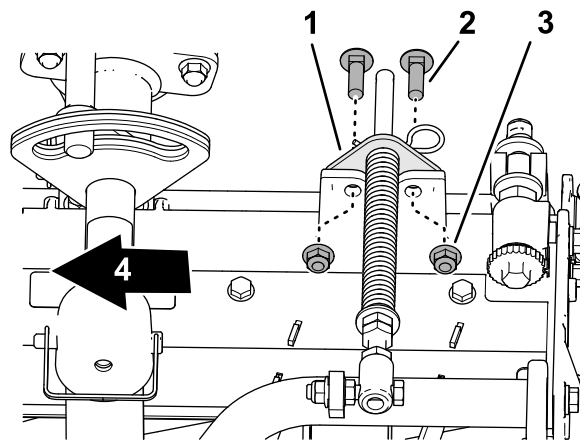

Figura 20
5. Aliniați orificiile din suportul de compensare pentru gazon cu orificiile din cadrul unității de tăiere (Figura 20).